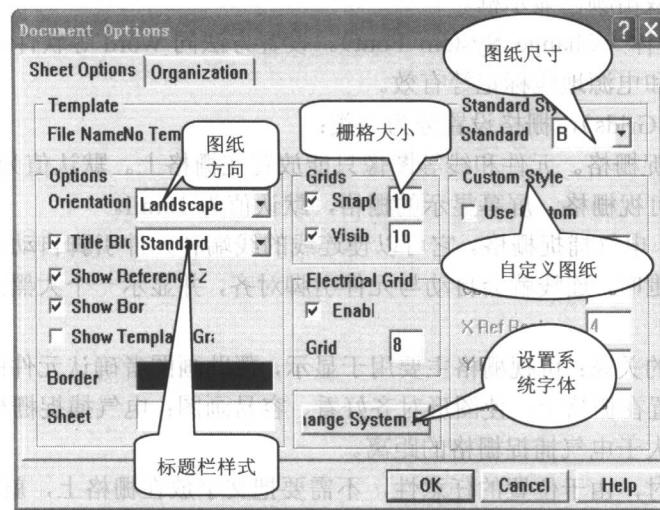

图 1-4 原理图设计环境设置窗口
Design/Options 菜单用于纸型、栅格和标题栏等内容选项的设置。启动该菜单就可以进入原理图设计环境设置窗口（图 1-4）。
(1) Sheet Options 页面 (图 1-4)，用于设置图纸尺寸、栅格等内容。
① 图纸尺寸设置 (Standard Style)，使用国际认可的图纸尺寸。如：A4、A3、A、B、C、D、E 等。
② 自定义图纸 (Custom Style)，可设置图纸的尺寸、图纸边框的分度和边框的宽度。其中包含如下选项。